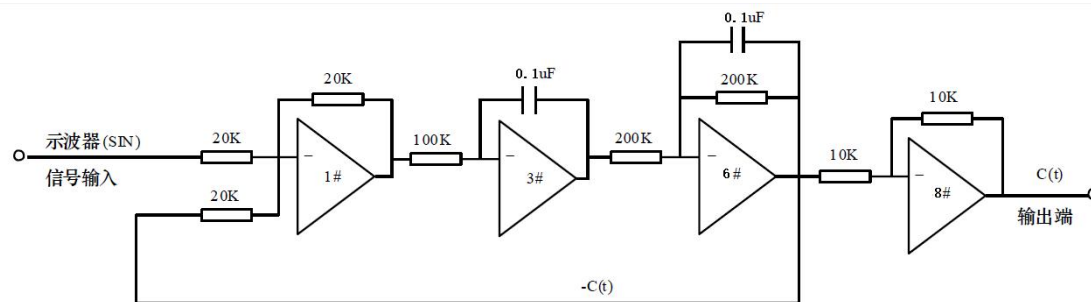

图 7-5 实验对象的模拟电路
- 利用 1#、3#模块和 6#、8#模块搭建图 7-5 所需的电路。其中， $r(t)$  输入正弦信号，由信号发生器产生， $c(t)$  为输出信号。